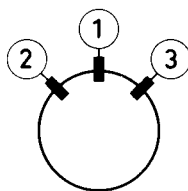

Fig. 4b
4. Dadurch, dass die Ablenk-Unit in horizontale Richtung gekantelt wird, werden nun sowohl die horizontalen blauen und roten Linien oben und unten im Bild sowie die vertikalen blauen und roten Linien links und rechts im Bild zur Deckung gebracht. Steht die Ablenk-Unit in der richtigen Stellung, dann Keile ② und ③, von dem der Papierstreifen entfernt worden ist, anbringen (siehe Abb. 4b oder 5b). Das Leimstück fest gegen das Glas der Bildröhre drücken.